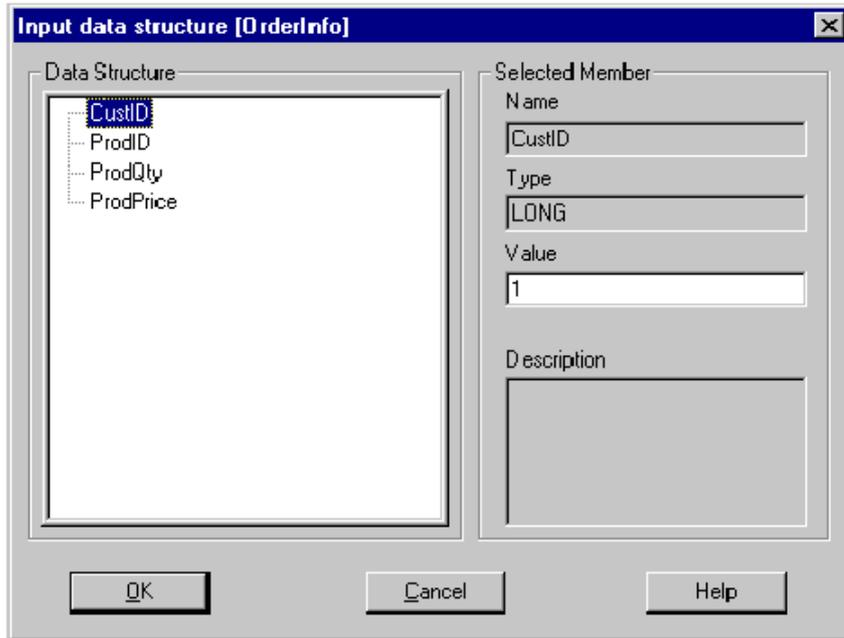

图 4-44 创建并启动——输入订单信息数据
1. 右键单击命令程序（Order Process）并选择创建和启动实例（Create and Start Instance）。MQSeries Workflow 客户机将显示窗口（如图 4-44 所示），允许在该实例的输入数据结构中提供数据。